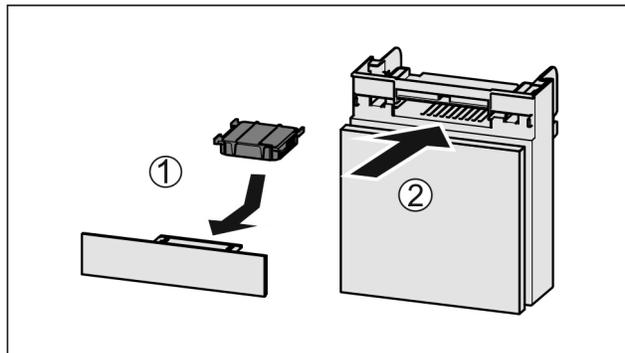

Fig. 162
- ▶ Insérer le filtre à charbon actif d'après le schéma Fig. 162 (1).
- ▶ Insérer le compartiment Fig. 162 (2).